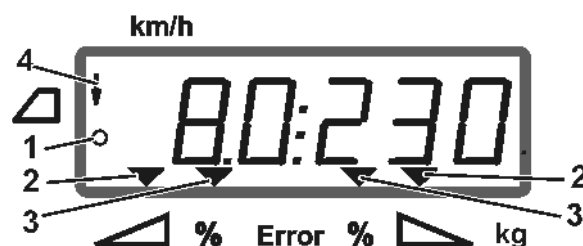

図 6
- **AMADOS⁺** が移動距離計算用インパルスを受信したこと（図 6/1）。
- シャッターが開いていること（図 6/2）。
- 境界散布はディスプレイの矢印 (図 6/4) で表示されます。
- 作業ディスプレイでは、三角形の記号 (図 6/3) が散布量の変更を示します。